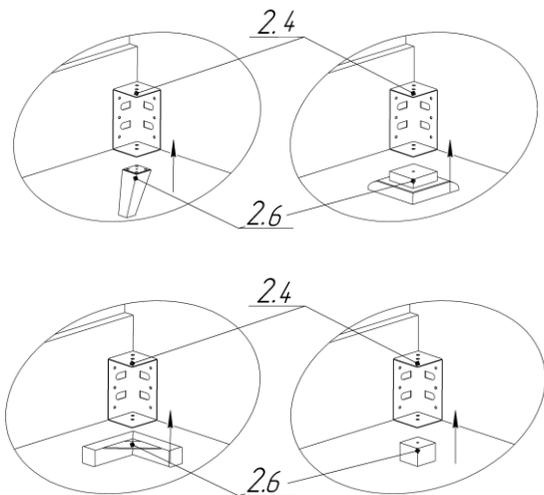

Рисунок 2 – Варианты исполнения ножек кровати
1. Установить ножки поз.2.6 (4шт) в центральное отверстие кронштейна поз.2.4. Наживить винты М6х25 (6х20) поз.2.5.2 (4шт) в крепёжное отверстие ножки, задать направление и затянуть винты до упора. (Рисунок 2.)